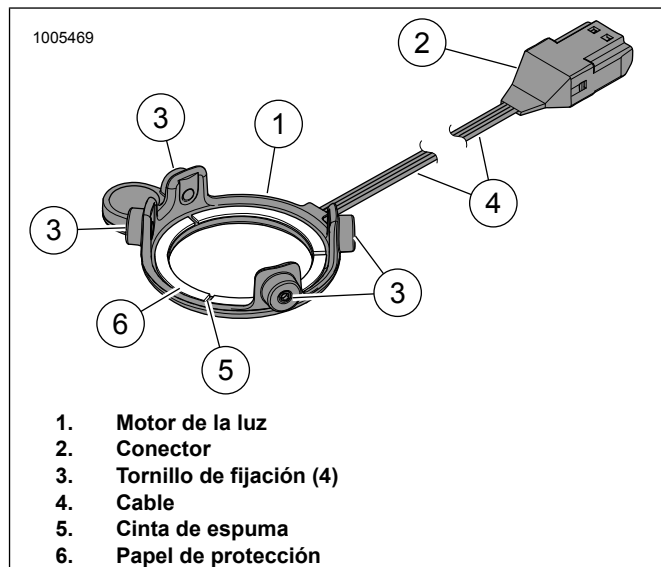

Figura 28. Luz LED, Altavoz Stage I redondo
7. Consulte la Figura 28. Quite el papel de protección (6) de la cinta de espuma (5) en la parte posterior del motor de la luz (1).